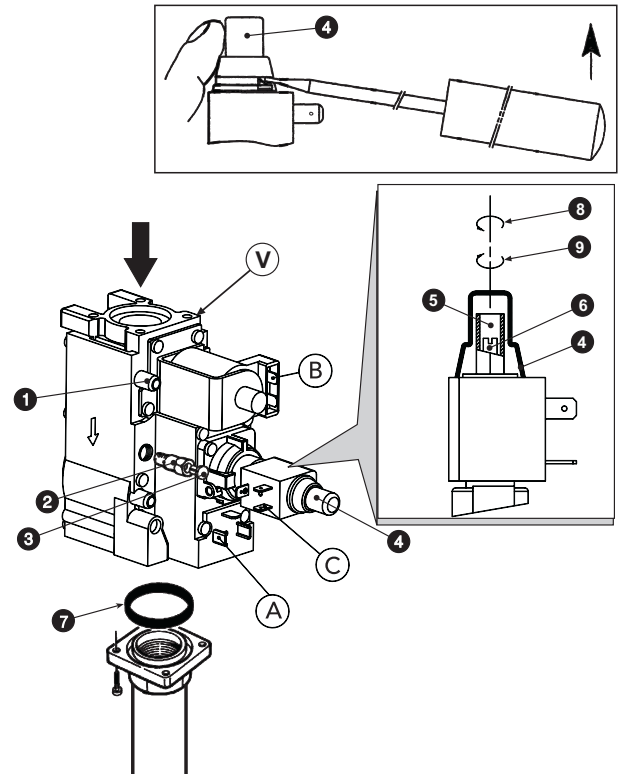

рис. 4 - Перенастройка котла на другой вид газа
Операции регулировки давления должны выполняться при работающем котле с помощью соответствующих регуляторов, установленных на 2-ступенчатых газовых клапанах (см. рис. 4)
3. Снимите защитную крышку регулятора давления 4 на рис. 4.
1. Медленно поверните ручку регуляторного термостата по часовой стрелки до 1-го щелчка; таким образом обеспечивается подача газа в отверстия А и В газового клапана (см. рис. 4).
2. Регулируйте давление с помощью винта 6 на рис. 4 и проверьте его соответствие со значениями, приведенными в таблице технических данных на sez. 5.3.
1. Поверните ручку термостата регулировки до максимума; таким образом обеспечивается подача газа в отверстия А, В и С газового клапана (см. рис. 4).
2. Регулируйте давление с помощью винта 5 на рис. 4 и проверьте его соответствие со значениями, приведенными в таблице технических данных на sez. 5.3.
2. Снимите с газового клапана маленький колпачок 3 (рис. 4), установите на клапан регулятор "STEP" зажигания 2, находящийся в комплекте переналадки, и наденьте на него колпачок 3.
Осуществляется выполнением описанных выше операций, сняв регулятор зажигания "STEP" 2 на рис. 4 с газового клапана и установив колпачок 3 на рис. 4 непосредственно на клапан.